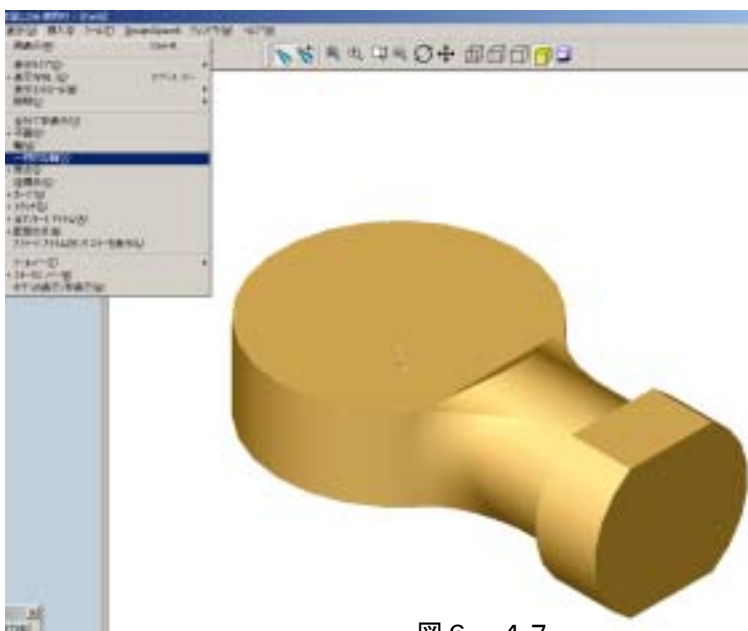

図6-47
④面取りは上部のみ行われたことになるので下部にデータ（面取りカット）を円形状パターンでコピーを行う。そのための準備として複写中心に軸が必要なため、メニューバー/表示の中の一時的な軸を選択して対称軸を作成する。図6-47参照。